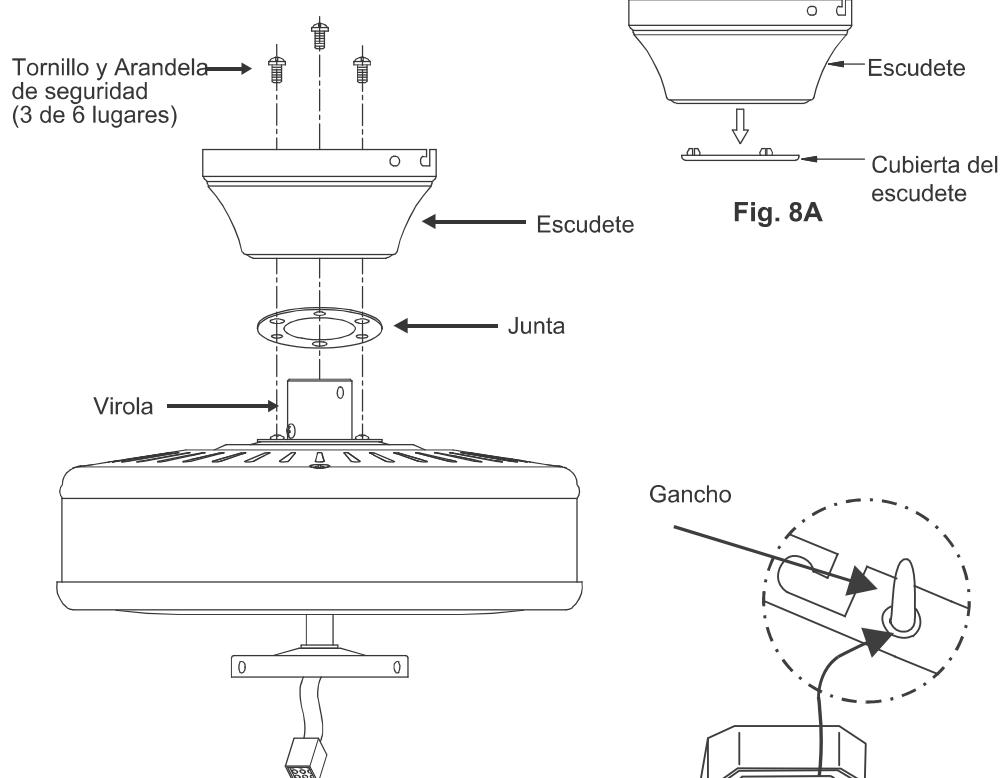

Fig. 8B
Paso 4. Retire tres de los seis tornillos y arandelas de seguridad (de cada uno) de la virola del motor superior (**Fig. 8B**).
Paso 5. Coloque el escudete para cielorraso y la junta sobre la virola en la parte superior del motor. Alinee los orificios de montaje con los orificios del motor y ajuste utilizando los tornillos y las arandelas de seguridad proporcionados (**Fig. 8B**).
Paso 6. Ajuste bien los tornillos de montaje (**Fig. 8B**).